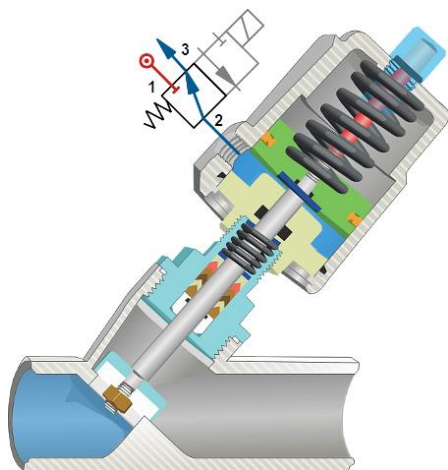
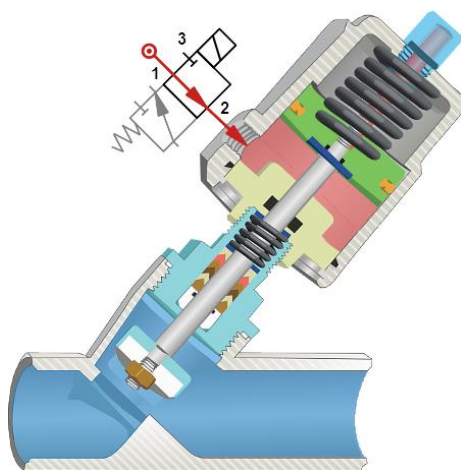
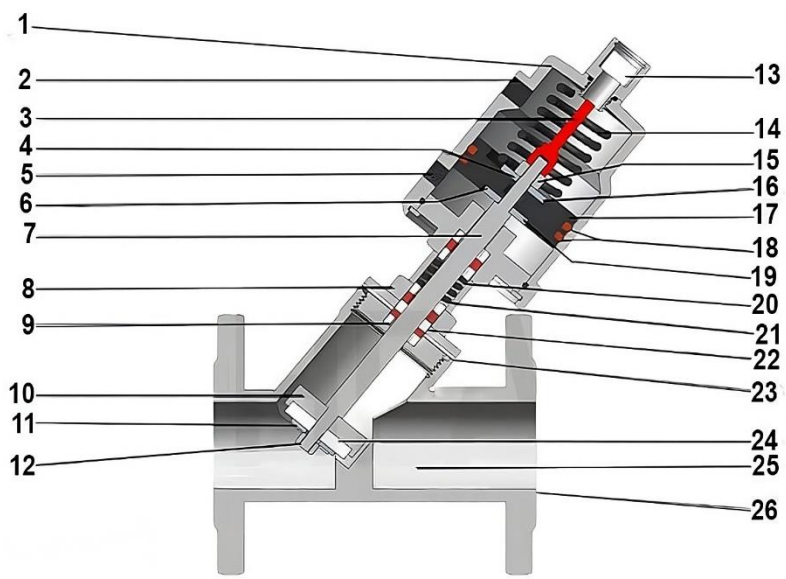
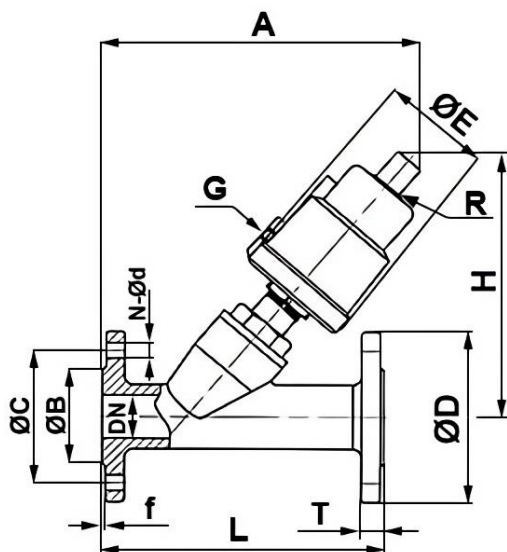

Рисунок 1 - Клапан в закрытом состоянии
Рисунок 2 - Клапан в открытом состоянии
Рисунок 3 – Деталировка
Рисунок 4 – Размеры
1.3. Принцип работы (для ознакомления). Срабатывание клапана происходит за счёт давления сжатого воздуха, подаваемого в пневмопривод, а возврат в исходное положение — за счет силы упругой деформации пружины, сжимающейся при срабатывании клапана. Клапаны с пневмоприводом одностороннего действия нормально закрытые (НЗ). Это обозначает что в исходном состоянии (см. рисунок 1) клапан закрыт и не пропускает рабочую среду. Для открытия клапана необходимо подать сжатый воздух в воздушный порт 1 (см. рисунок 3) пневмопривода клапана. Это приводит к перемещению поршня вместе с прикрепленными к нему штоком и диском. В результате клапан открывается и пропускает рабочую среду от входа к выходу (см. рисунок 2). Для возврата в исходное состояние достаточно сбросить воздух из пневмопривода в атмосферу.
5.13. В верхней части пневмопривода клапана имеется внутреннее резьбовое отверстие (рис.4, поз. R) с установленным съемным индикатором положения (рис. 3, поз. 13). Вместо индикатора возможна установка дополнительных аксессуаров (например - пневмопозиционера). Тип и размер резьбы указаны в таблице 3.